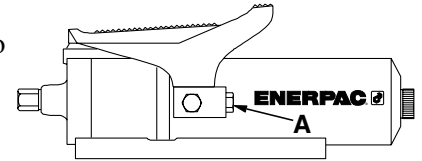

Figura 3
1. Vedere la Figura 3. Rimuovere il tappo dal raccordo idraulico girevole (A) a filettatura conica NPTF di  $\frac{3}{8}$ " femmina e collegare l'attacco maschio di un raccordo idraulico NPTF di  $\frac{3}{8}$ ". L'elemento collegato può essere un raccordo per portate elevate, un tubo flessibile o un adattatore per manometro.